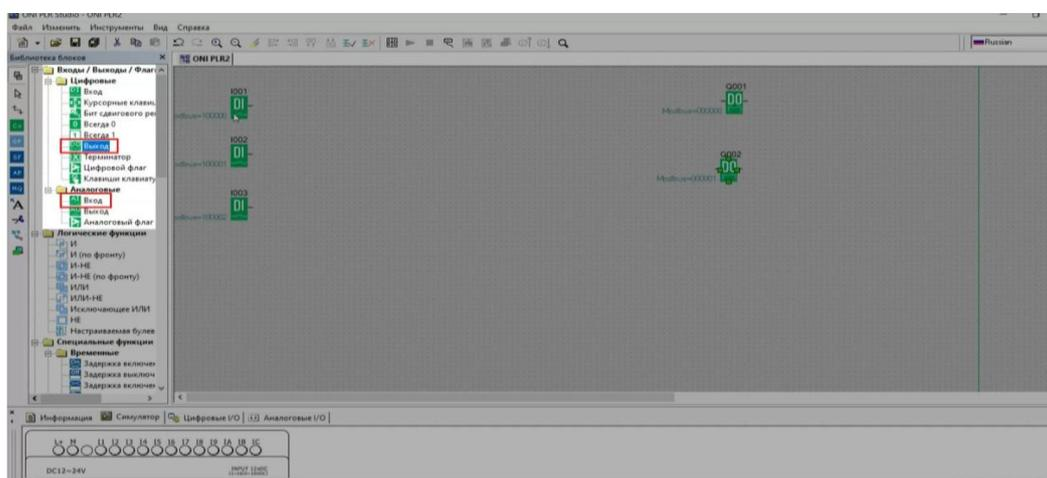

Рисунок 5 – Создание трех цифровых входов: пуск, стоп и реверс
3. Создаем три цифровых входа: пуск, стоп и реверс. Расставляем два цифровых выхода: первый отвечает за запуск двигателя в прямом направлении, второй – за запуск двигателя в реверсивном направлении (рис. 5) [2].